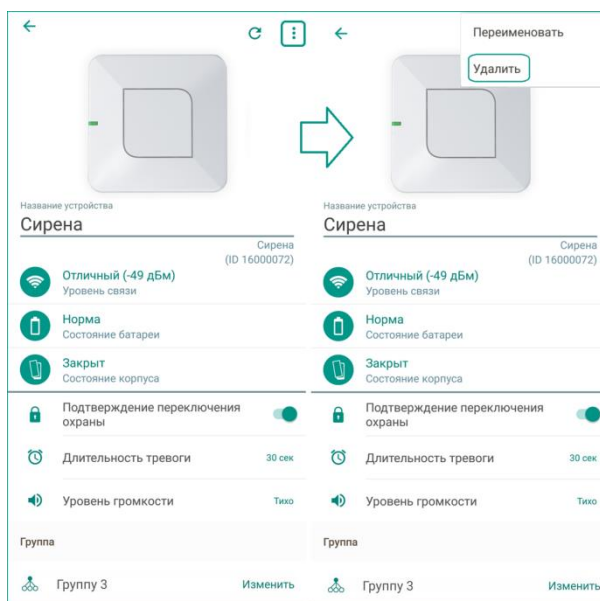

Рисунок 16.1 – Вызов меню на экране настройки сирены
- 1) В приложении на экране настройки сирены (см. рисунок 16.1).